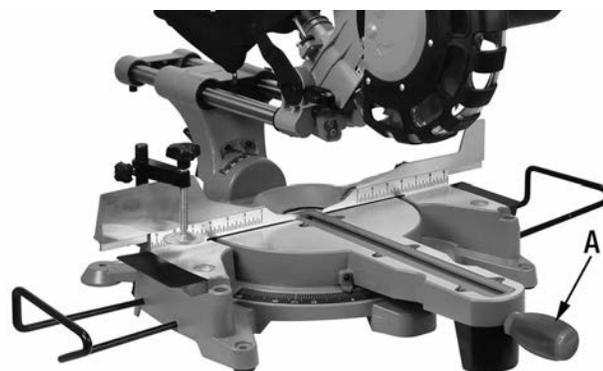

FIGURE 17A
1. Desserrez le bouton de verrouillage d'onglet (A) Fig.17A. En tenant le bouton de verrouillage d'onglet, déplacez la table de scie à l'angle souhaité. Serrez le bouton de verrouillage de l'onglet.